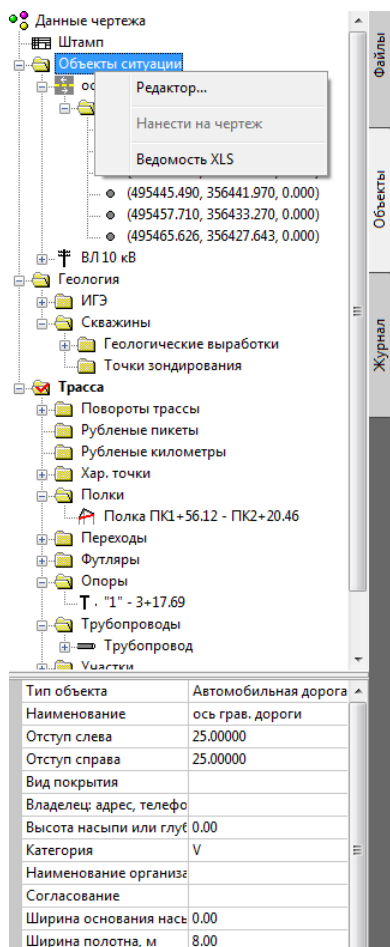

Рис. 29. Данные о пересекаемых коммуникациях отображаются в Навигаторе объектов.
1. Открыть редактор *Ситуация по трассе*, вызвав команду *Редактор* из контекстного меню на записи *Объекты ситуаций* в Навигаторе объектов (см. Рис. 29).